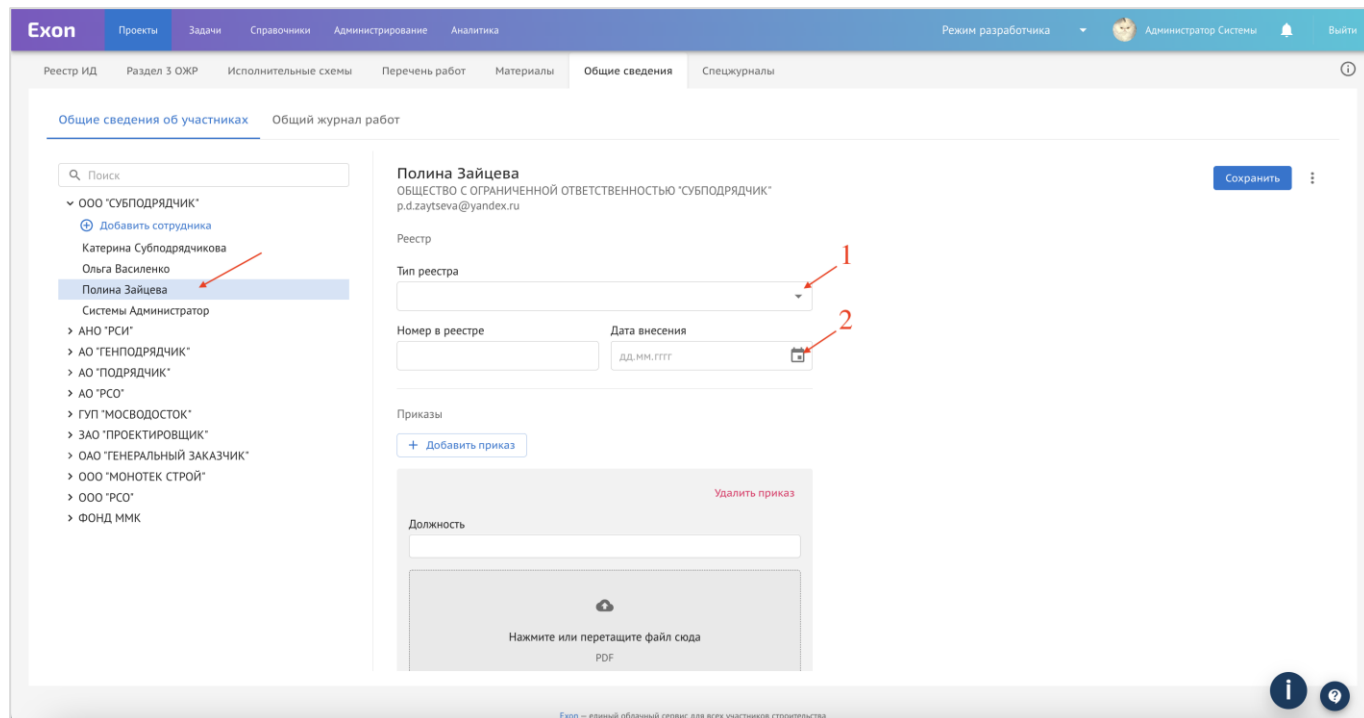

Рис. 3 – Внесение сведений из НРС
Выбрать тип реестра НОСТРОЙ/НОПРИЗ специалиста (НОСТРОЙ на конкретного специалиста можно найти на сайте <http://nrs.nostroy.ru/>, НОПРИЗ на сайте <https://nrs.nopriz.ru/>) (1), а также указать номер в реестре и дату внесения сведений о специалисте в реестр (2) (рис. 3);